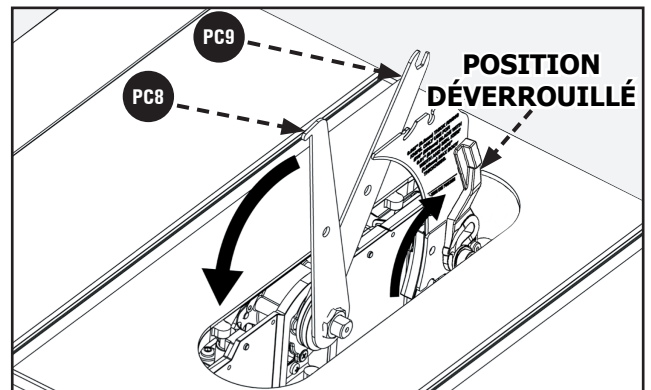

FIGURE 7
2. S'assurer que le levier de verrouillage du couteau diviseur est en position déverrouillée. Voir Figure 7 **A**. Détacher les clés intégrées situées sur le côté droit de la scie en desserrant et en enlevant les vis papillon M8.
5. En maintenant l'arbre de la broche en place, desserrez et retirez l'écrou de l'arbre et la rondelle de la bride de l'arbre. Voir la Figure 7.